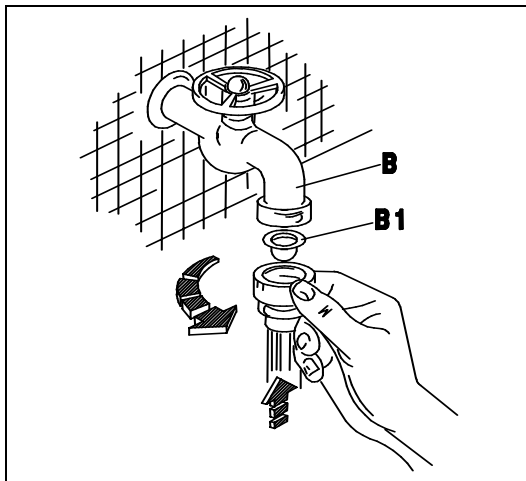
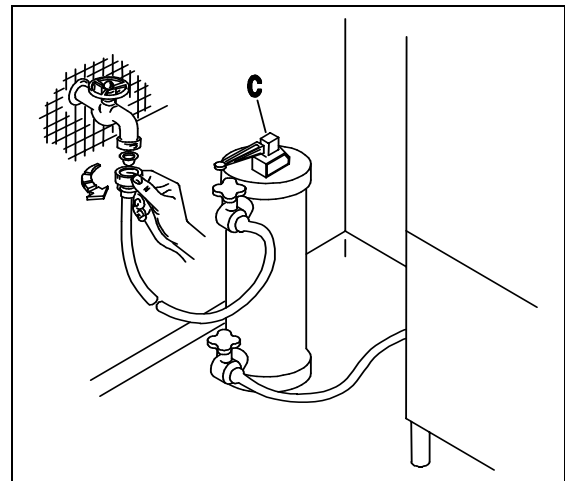
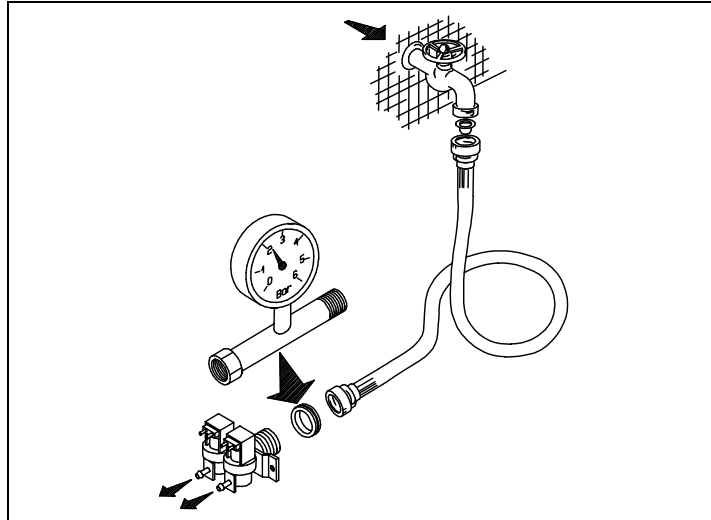
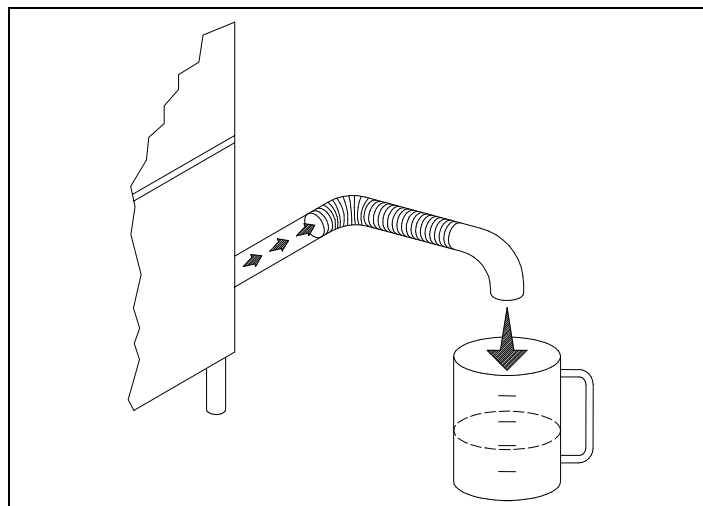

Fig. 2-2
Fig. 2-3
Fig. 2-4
Fig. 2-5
- L'apparecchio è previsto per l'allacciamento all'acqua fredda o calda (max 50 ÷ 55°C), con una pressione a valvola aperta come indicato nella Tab. 2-1. In caso di pressione superiore alla massima consigliata, bisogna installare un riduttore di pressione. In caso di pressione inferiore alla minima consigliata, bisogna installare una pompa di aumento pressione di max 0.5 HP, con una portata di 20 L/min ed una prevalenza di 15÷20 mt.. Il controllo della pressione deve essere effettuato all'ingresso dell'elettrovalvola (ved. fig.2-4). La condotta dell'acqua deve avere un diametro interno di almeno 16/18 mm (ved.fig.2-5). Collegare il tubo di carico acqua dell'apparecchio ad un rubinetto d'intercettazione (B),posto preferibilmente nelle immediate vicinanze dell'apparecchio, interponendo l'apposito filtro in dotazione (B1) (ved. fig.2-2). Si consiglia l'installazione di un decalcificatore (C) (non in dotazione), montato a monte dell' elettrovalvola della macchina (ved.fig.2-3).
- The appliance is designed for connection to the cold or hot water supply (max. 50 55°C) at a mains pressure with the valve open as shown in Table 2-1 and a minimum output of 10 litres/min. If pressure exceeds the maximum, fit a pressure reducer. If pressure is lower than the minimum, fit a pressure booster pump of max. 0.5 HP, with an output of 20 litres/min. and a head of 15-20 metres. Pressure must be measured at the solenoid valve inlet (see fig. 2-4). The water pipes must have an internal diameter of at least 16/18 mm (see fig. 2-5). Connect the appliance water supply pipe to a cut-out tap (B), preferably placed close to the appliance, fitting the special filter provided (B1) (see fig. 2-2). We recommend fitting a water softener (C) (not provided) upstream from the machine solenoid valve (see fig. 2-3).
- Das Gerät ist für den Anschluss an Warm-und Kaltwasser (max. 50-55°C) vorgesehen, wobei der Druck bei offenem Ventil dem in Tab2-1. Bei höherem Druck als dem empfohlenen einen Druckminderer installieren. Bei niedrigeren Druck als empfohlen eine Druckerhöhungpumpe mit max. 0,5 PS , einer Förderleistung von 20l/min und einer Förderhöhe von 15-20m installieren. Die Druckkontrolle muss am Eingang des Elektroventils erfolgen (siehe Bild 2-4). Die Wasserleitung muss einen Innendurchmesser von mindestens 16/18 mm aufweisen (siehe Bild 2-5). Den Zulaufschlauch des Gerätes an einen möglichst nahegelegenen Wasserhahn (B) anschliessen und den vorgesehenen Filter (B1) anbringen (siehe Bild 2-2). Der Einbau eines Etkalkers (C) wird empfohlen; dieser gehört nicht zur Ausstattung und muss vor dem Elektroventil der Maschine eingebaut werden. (siehe Bild 2-3).
- L'appareil peut être raccordé à l'eau froide ou chaude (50:55°C max) à une pression, soupape ouverte, comme indiqué dans le tableau 2-1. Si la pression dépasse la pression maximum conseillée, il faut installer un réducteur de pression. Si la pression est inférieure à la pression minimum conseillée, il faut installer une pompe pour faire augmenter la pression de 0,5 Hp max., à un débit de 20 litres /min et à une hauteur d'élévation de 15-20 m. Le contrôle de la pression sera effectué à l'entrée de l'électrovanne (voir fig. 2-4). Les conduites d'eau auront un diamètre interne d'au moins 16/18 mm (voir fig. 2-5). Raccorder la conduite d'arrivée de l'eau de l'appareil à un robinet secondaire (B), installé si possible tout près de l'appareil, après avoir intercalé le filtre spécial fourni (B1) (voir fig. 2-2). Nous conseillons d'installer un adoucisseur (C) (non fourni) qui sera monté en amont de l'électrovanne de la machine (voir fig. 2-3).
- Este aparato se puede alimentar con agua caliente o fría (máx. 50 ÷ 55°C); la presión del agua con válvula abierta está indicada en la tabla 2-1. En caso de que la presión fuera superior a la máxima que se aconseja, instale un reductor de presión; si fuera demasiado baja, instale una bomba de aumento de presión de 0,5 Hp (máximo), con un caudal de 20 litros por minuto y una altura de elevación de 15 a 20 m. El control de la presión se debe efectuar en la entrada de la electroválvula (véase fig. 2-4). La tubería del agua debe tener un diámetro interior de 16-18 m. por lo menos (véase fig. 2-5). Conecte el tubo de alimentación del agua del aparato a un grifo de paso (B), que irá montado preferentemente muy cerca del aparato, tras interponer el filtro (B1) del equipamiento base (véase fig. 2-2). Es aconsejable instalar un descalcificador (C) (que no forma parte del equipamiento base). El descalcificador irá montado antes de la electroválvula de la máquina (véase fig. 2-3).
- O aparelho é predisposto para ser alimentado com água fria ou quente (máx 50-55°C), com uma pressão, com a válvula aberta, como indicado na Tab 2-1 e com um fluxo de 10 lt/min. No caso de uma pressão superior à máxima indicada, é necessário instalar um redutor de pressão. No caso de a pressão ser inferior à indicada, é necessário instalar uma bomba de máx 0,5 Hp, com um fluxo de 20 lt/min. O controle da pressão deve ser efetuado na entrada da electroválvula (ver figura 2-4). O tubo de água ou mangueira deve ter um diâmetro interno de pelo menos 16/18 mm (ver fig. 2-5). Conectar o tubo de alimentação de água do aparelho à uma torneira de fechamento manual (B), colocada de preferencia proxima ao aparelho, conectando o filtro em dotação (B1) (ver fig. 2-2). Aconselha-se a instalação de depurador (filtro) de águas duras (calcário) (C), o qual não é previsto no fornecimento da máquina, montado antes da entrada da electroválvula (ver fig. 2-3).
- Het apparaat is geschikt voor aansluiting op warm of koud water (max. 50 - 55°C), met een druk bij geopend ventiel zoals aangegeven in Tab. 2-1. Bij een hogere druk dan de geadviseerde maximum druk moet er een drukregelaar geïnstalleerd worden. Bij een lagere druk dan de geadviseerde minimum druk moet een drukverhogingspomp van max. 0,5 HP geïnstalleerd worden met een opbrengst van 20 l/min en een opvoerhoogte van 15-20 m. De controle van de druk moet op de ingang van het elektroventiel gecontroleerd worden (zie afb. 2-4). De waterslang moet een inwendige diameter van ten minste 16/18 mm hebben (zie afb. 2-5). Sluit de watertoevoerslang van het apparaat aan op een afsluitkraan (B) die bij voorkeur dicht bij het apparaat geplaatst moet zijn en zet het speciale meegeleverde filter (B1) ertussen (zie afb. 2-2). Er wordt geadviseerd om een waterontharder (C) (niet meegeleverd) te installeren, die vóór het elektroventiel van de machine geplaatst moet worden (zie afb. 2-3).